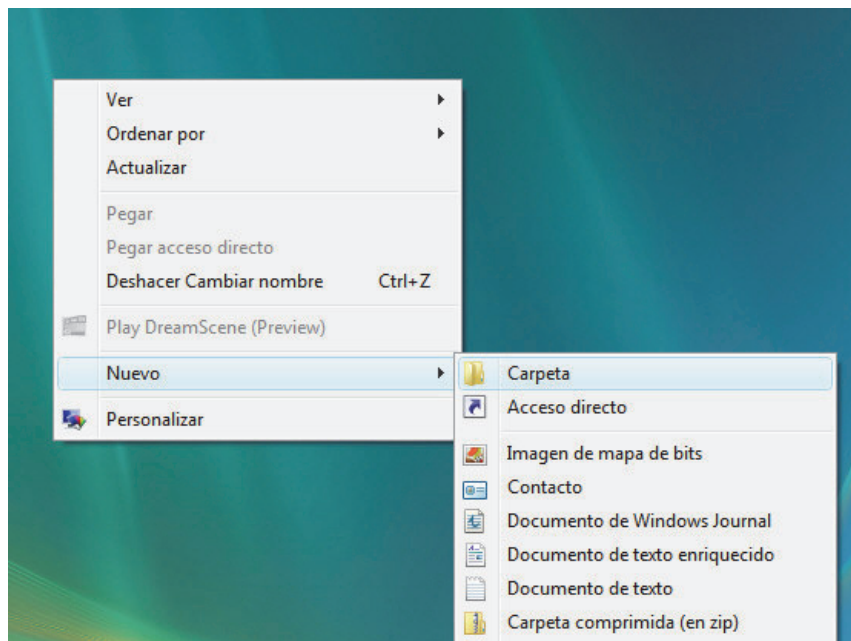

Figura 8-6 Haga clic con el botón derecho en el escritorio, seleccione New (Nuevo) > Folder (Carpeta).
1. Cree una carpeta local en el equipo para los datos exportados. La nueva carpeta puede crearse en cualquier ruta de acceso en el disco duro. En el ejemplo que se incluye a continuación, la nueva carpeta se creó haciendo clic en el escritorio de Windows, seleccionando a continuación New (Nuevo) > Folder (Carpeta) (Figura 8-6).